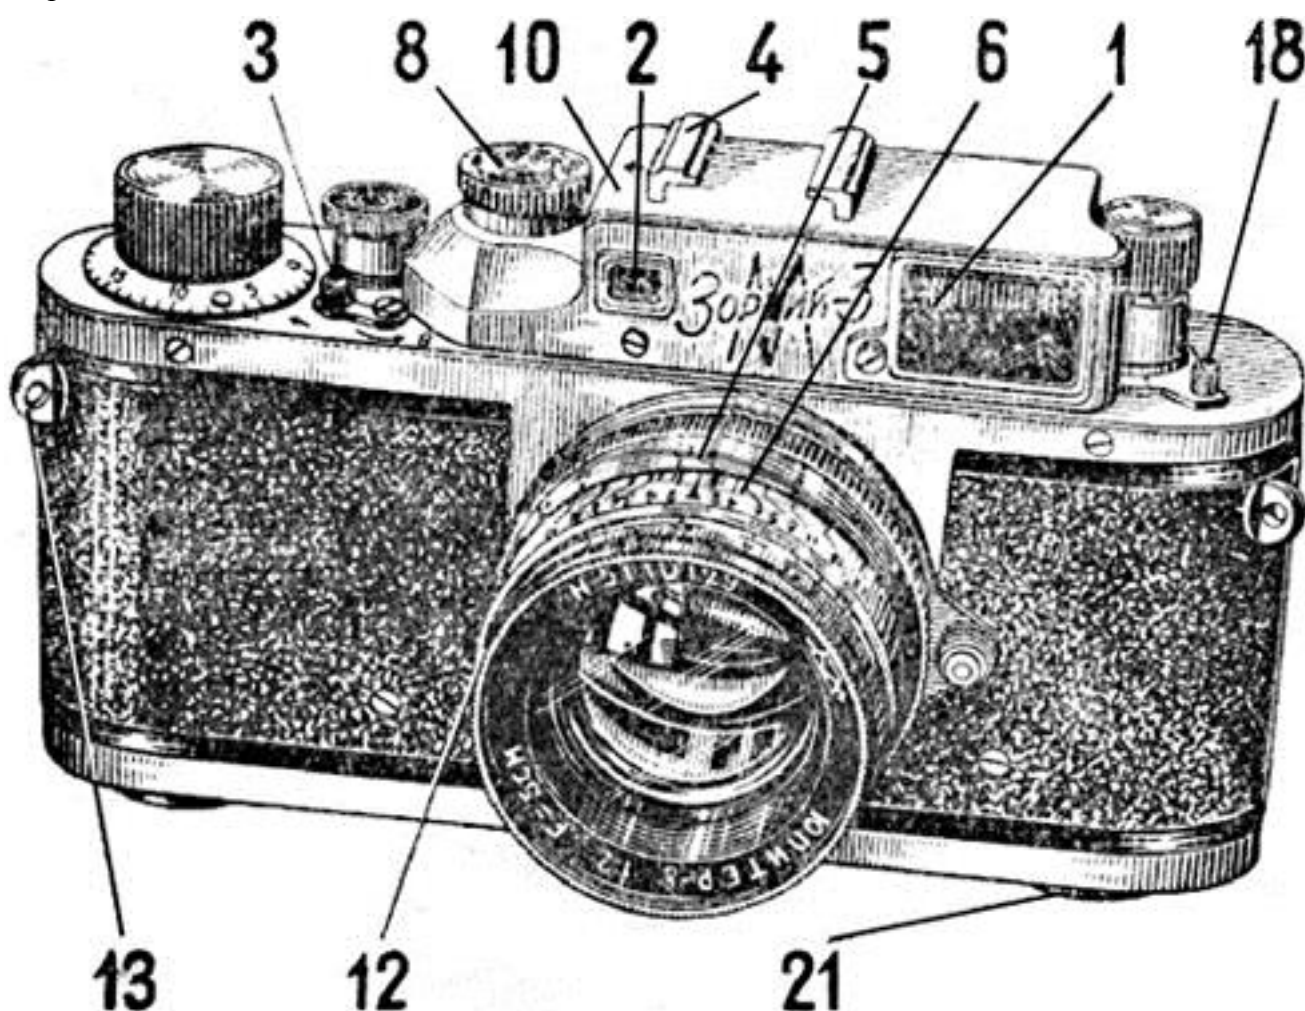

Рис. 1
Фотоаппарат «ЗОРКИЙ-3М» (рис. 1 и 2) относится к разряду портативных малоформатных киноплочных камер с размером кадра 24×36 мм. Фотоаппарат «ЗОРКИЙ-3М» является совершенным фотоаппаратом, могущим удовлетворить самые высокие требования, предъявляемые к фотоаппарату квалифицированными фотолюбителями, фоторепортерами и научными работниками. Как всякий точный прибор, он требует и себе самого внимательного и бережного отношения.
- б) Выключить механизм, передвинув выключатель 3 на букву «В» (рис. 1).